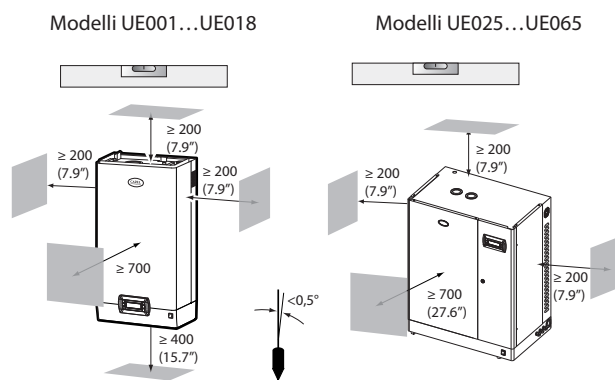

Fig. 1.c
- posizionare l'umidificatore in piano orizzontale, osservando gli spazi minimi (vedi Fig. 1.d) per consentire le operazioni necessarie di manutenzione.
Montare l'umidificatore a parete tramite la staffa di supporto già fissata sull'umidificatore, utilizzando il kit di viti in dotazione (per le quote in mm vedi Fig. 1.d).